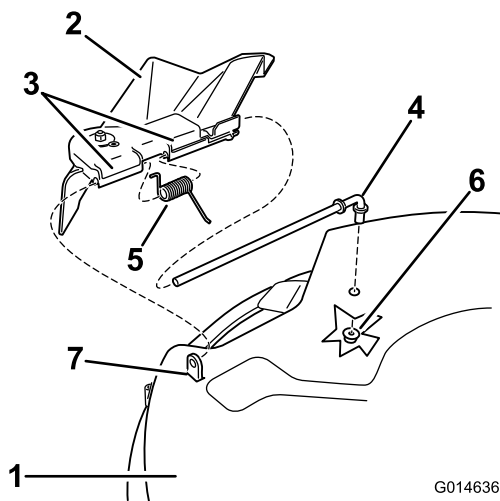

Figure 58
7. Insérez la tige à l'avant du déflecteur dans la courte cheville de positionnement sur le plateau. Fixez l'extrémité arrière de la tige dans le plateau de coupe à l'aide d'un écrou (3/8 pouce) (Figure 58).
1. Repérez les éléments illustrés à la Figure 58.
2. Retirez l'écrou (3/8 pouce) de la tige, sous le plateau de coupe (Figure 58).
3. Sortez la tige de la courte cheville de positionnement, du ressort et du déflecteur d'herbe (Figure 58). Déposez le déflecteur d'herbe s'il est endommagé ou usé.
4. Remettez en place le déflecteur d'herbe (Figure 58).
6. Placez le ressort sur la tige, les fils d'extrémité dirigés vers le bas, entre les supports du déflecteur d'herbe. Insérez la tige dans le deuxième support du déflecteur d'herbe (Figure 58).